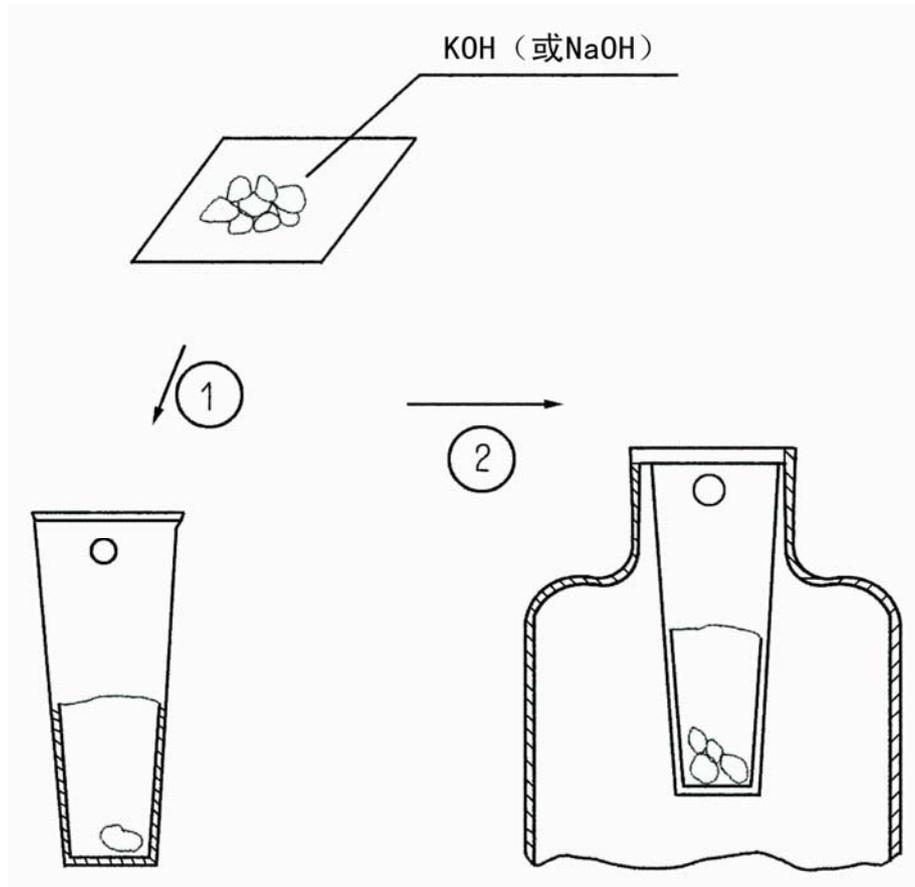

图4 密封杯中放入 CO₂吸收剂 KOH 或 NaOH
4、样品液达到培养温度后，取 8 只清洗好的密封杯，每只放入 5~6 粒 CO_2 吸收剂氢氧化钠（或氢氧化钾），并将密封杯垂直放入培养瓶口，见图 4。